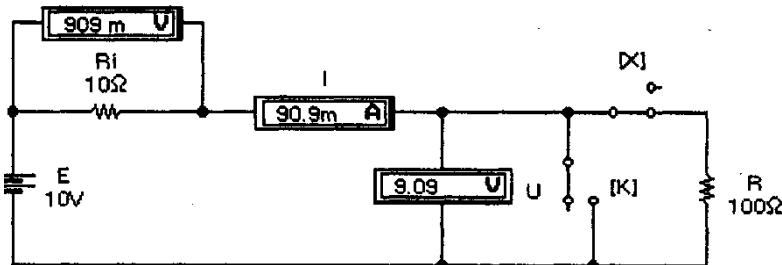

Рис. 1. Простейшая цепь постоянного тока
Закон Ома иллюстрируется схемой на рис. 1, из которой видно, что на участке цепи с сопротивлением  $R=100$  Ом создается падение напряжения  $U=9,09V$ , измеряемое вольтметром. Согласно (3) ток в цепи  $I=9,09/100=90,9$  мА, что и измеряет последовательно включенный в цепь амперметр. Отметим, что в рассматриваемой схеме внутреннее сопротивление амперметра выбрано равным  $10^{12}$  Ом, т.е. очень малым, а входное сопротивление вольтметра  $-10^{12}$  Ом, т.е. очень большим, чтобы подключение измерительных приборов к цепи не оказывало сколько-нибудь заметного влияния на результаты измерений.
Отметим назначение ключей  $K$  и  $X$  на рис. 1, управляемых нажатием одноименных клавиш клавиатуры. При размыкании ключа  $X$  в схеме реализуется режим холостого хода, при этом вольтметр  $U$  измеряет ЭДС источника  $E=10$  В, а вольтметр  $Ui$  имеет нулевые показания. При замыкании ключа  $K$  в схеме реализуется режим короткого замыкания и, согласно (1), ток короткого замыкания  $Io=E/Ri=10/10=1$  А. При этом вольтметр  $Ui$  измеряет падение напряжения  $Ui=Io\cdot Ri=10$  В.
**З-н Ома для полной цепи:** ток в замкнутой электрической цепи равен ЭДС источника  $E$ , деленной на сопротивление всей цепи. Применимельно к цепи на рис. 1 ее полное сопротивление равно  $R_i + R$ , и на основании закона Ома получаем  $I=E/(Ri+R)=90,9$  мА, что и измеряет амперметр.